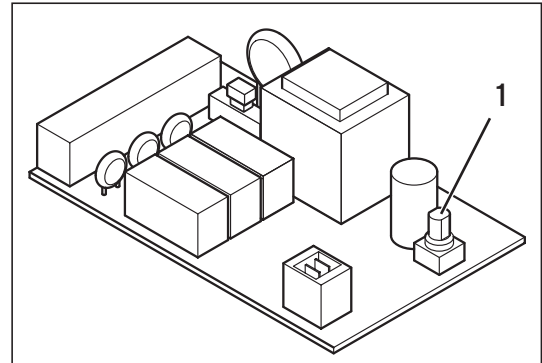

Abb. 4.3 Busadresse einstellen
- Stellen Sie die Adressschalter (1) (siehe Abb. 4.3) der angeschlossenen Buskoppler auf ihre Busadresse ein. Die Busadresse richtet sich nach der Position des Gerätes innerhalb der Kaskade.